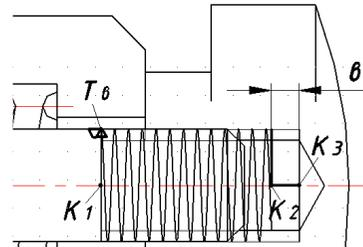

Рис. 39
- ◆ Постройте вспомогательный отрезок К3-К2 ($b=5$ мм) (рис. 39).